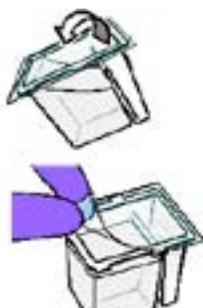

Figura 11. Traspaso del buffer al reservorio de atrás.
7.3.2 Incline ligeramente el reservorio hacia atrás de manera que todo el buffer pase del compartimento pequeño al más grande (ver figura 11).